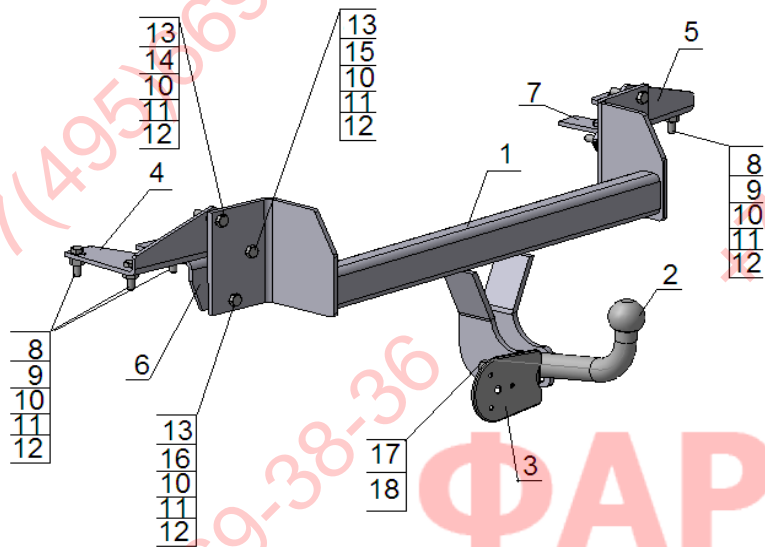

Рис.1
- в соответствии с рис.1 используя крепежные элементы установить кронштейны поз.4,5 и закрепить ТСУ на автомобиле (кронштейны поз.4,5 устанавливаются в багажнике автомобиля, обязательно установить втулки поз.14,15,16, шайбы поз.9 устанавливаются с нижней стороны днища автомобиля);